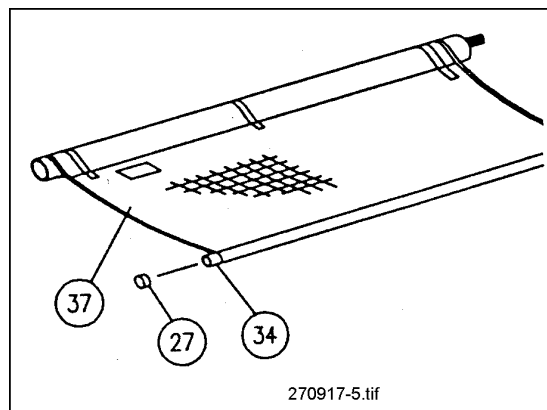

Abb. 7: Montage Rohr 1 1/8"
7. Abdeckplane (37) ausrollen. Das 1 1/8" starke Rohr (34) durch die Lasche am Ende der Abdeckplane ziehen. Verschlussstopfen (27) am Ende des Rohres aufstecken. (s. Abb. 7)